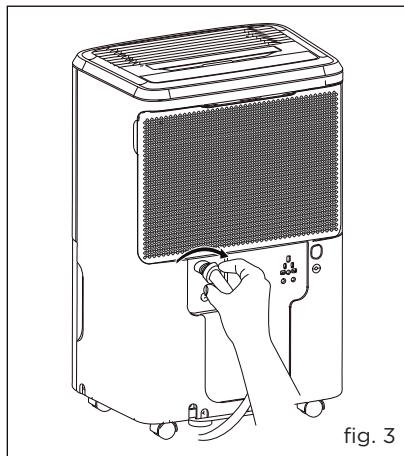

fig. 3
- Atornille la manguera de jardín en la pata roscada del conector de drenaje. (fig.3)